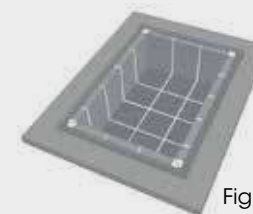

Fig. 4
- 5 Las líneas se hacen cuadrar por el fondo. De esta forma el vaso quedará reticulado y será una guía perfecta para la colocación de la cerámica. Fig. 4